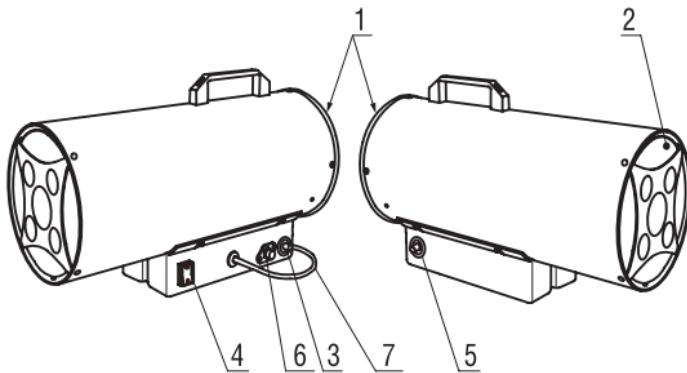

Рисунок 1. Устройство изделия на примере 32.130
1. Установите выключатель вентилятора 4 (рис.1) в положение «Вкл.».
3. Нажмите кнопку газового клапана 3 (рис.1) и одновременно многократно нажмите кнопку пьезоэлектрического поджига 5 (рис.1) до тех пор, пока не загорится пламя горелки. Когда зажигание сработало, продолжайте держать кнопку газового клапана ещё примерно 10 секунд.
6. Если зажигание затруднено или нерегулярно, прежде чем повторять действие, следует убедиться, что вентилятор не блокирован, а воздухозаборник 1 (рис.1) и сопло выхода горячего воздуха 2 (рис.1) свободны.
2. После того как пламя погасло, установите выключатель вентилятора 4 (рис.1) в положение «Выкл.».
2. Для данного режима работы необходимо отсоединить газоподводящую трубку 6 (рис.1) от тепловой пушки.
3. Установите выключатель вентилятора 4 (рис.1) в положение «Вкл.».